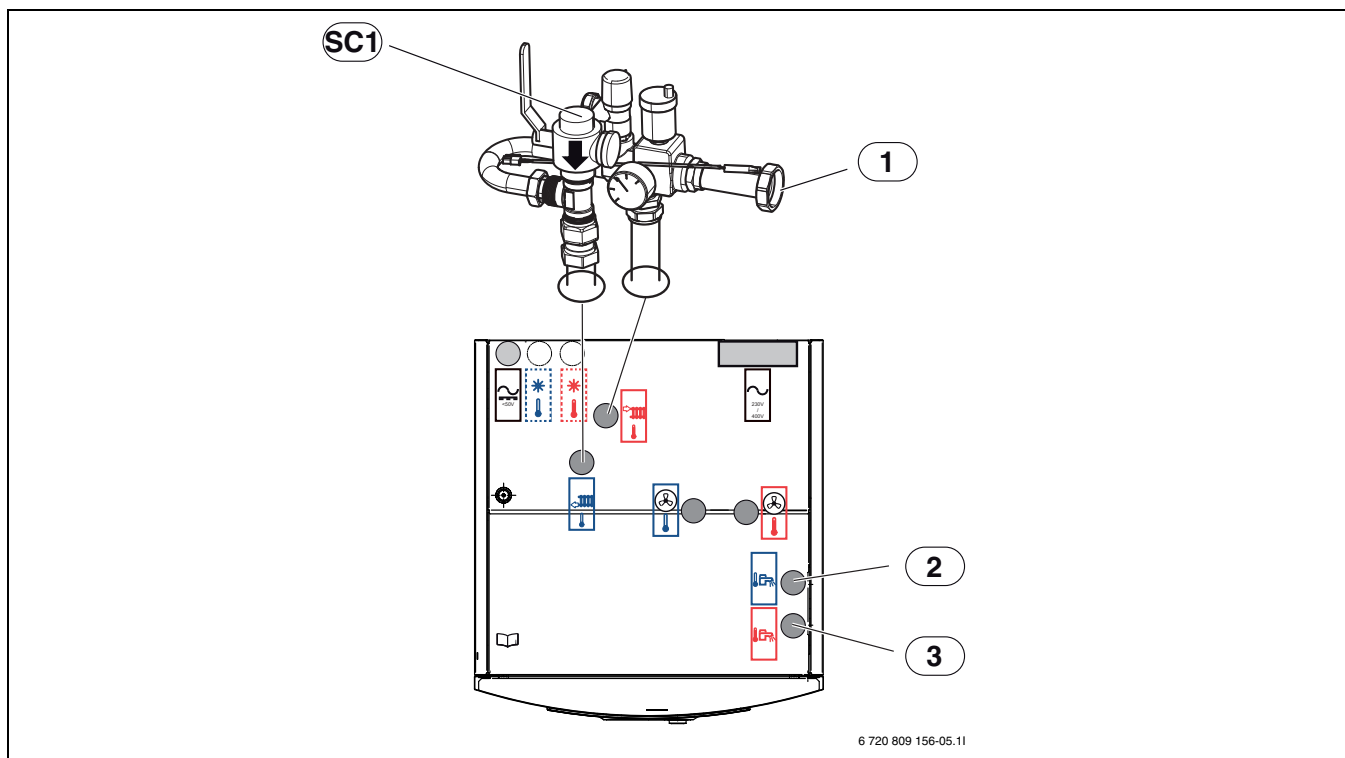

Fig. 15 Tilkoblinger til den innvendige enheten på varmeanlegget og varmtvannet
- ▶ Koble til sirkulasjonspumpen til varmeanlegget på [1], fig. 15.
- ▶ Koble til returledning varmebærer på partikkelfilter [SC1], fig. 15.
- ▶ Koble til kaldtvann på [2], fig. 15.
- ▶ Koble til varmtvann på [3], fig. 15.